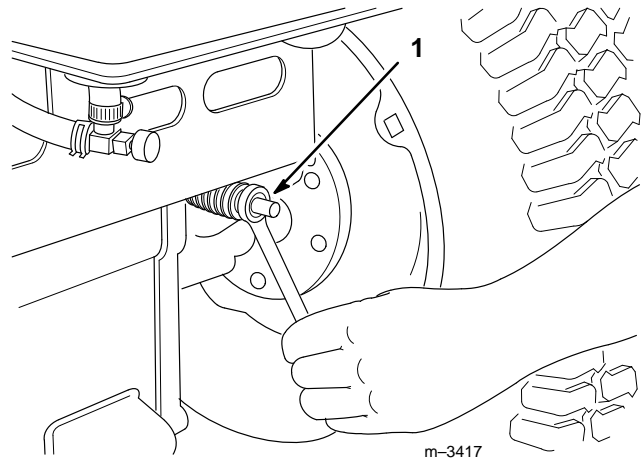

Figure 37
Le dispositif de réglage du frein se trouve sous le capot latéral gauche (Fig. 37). Si le frein de stationnement n'agit pas suffisamment, un réglage est nécessaire.
4. Tourner l'écrou de réglage du frein (Fig. 37) jusqu'à ce que la course libre de la pédale soit de 5 cm (2").